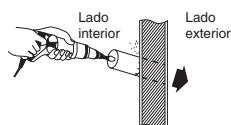

Fig. 3-35
- (4) Corte uma abertura na parede utilizando um serrate de ponta, um serrate para abertura de furos de fechaduras ou furadeira. (Fig. 3-35)